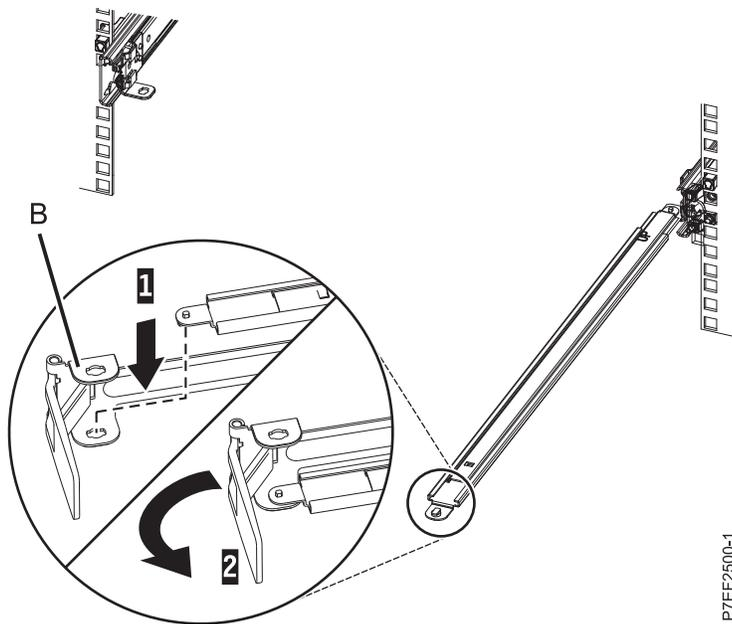

図 11. サポート・アームへのケーブル・マネジメント停止ブラケットの固定
- L 字型のケーブル・マネジメント停止ブラケット **(B)** の下部内側の隅にある穴を見つけます。サポート・アーム先端の下面にあるロック用タブがブラケットの穴の位置に合うように、サポート・アームの接続されていない端の位置を合わせます。タブを穴 **(1)** に挿し込み、ブラケット **(2)** を回して、サポート・アームに固定します。詳しくは、10 ページの図 11を参照してください。